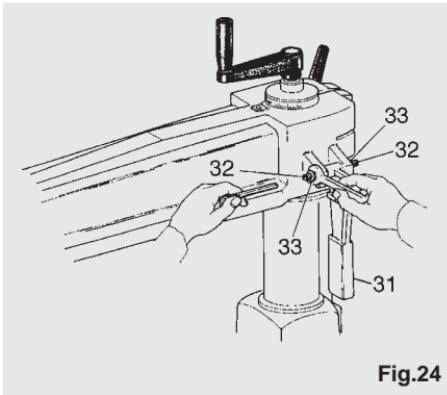

Fig.24
- Drej armens låsehåndtag (31) op (fig. 24).
- Indstil låsehåndtaget ved at skrue justeringsstifterne (32) ind/ud indtil fejlen er afhjulpet.
- Drej låsehåndtaget ned igen, og spænd kontramøtrikkerne (33).